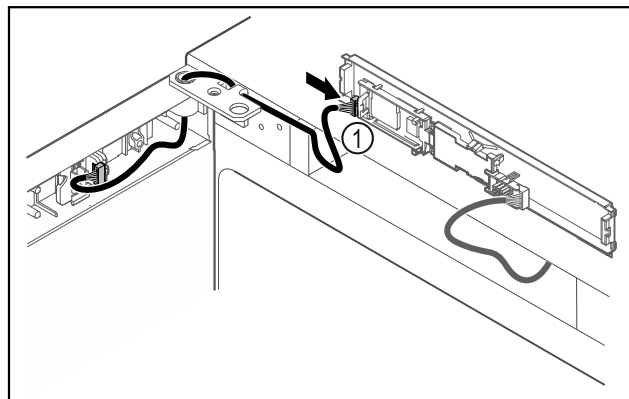

Fig. 42
- ▶ Zapojte zástrčku Fig. 42 (1) na doske plošných spojov.